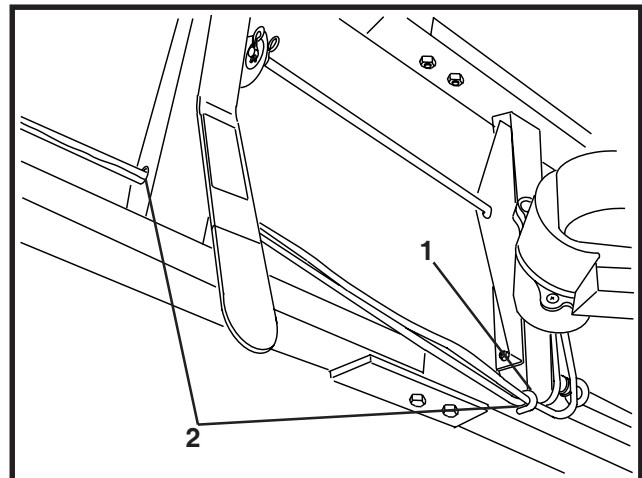

ABBILDUNG 6
10. Den Kabelbaum vom Motor durch die Führung und Grifftraverse verlegen. Abbildung 6.
11. Den Gaszug durch die Führung in der unteren Griffbaugruppe verlegen. Abbildung 6.